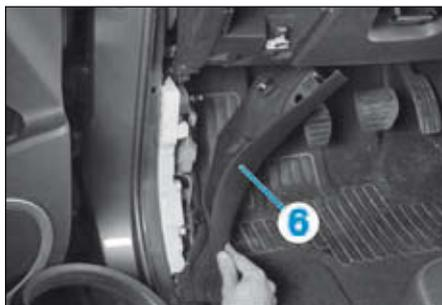

FIG.24
• Dégrafer et déposer le cache (6) (Fig.24).
- Dégrafer et déposer le cache (6) (Fig.24).
• Dégraffer et déposer le cache (6) (Fig.24).